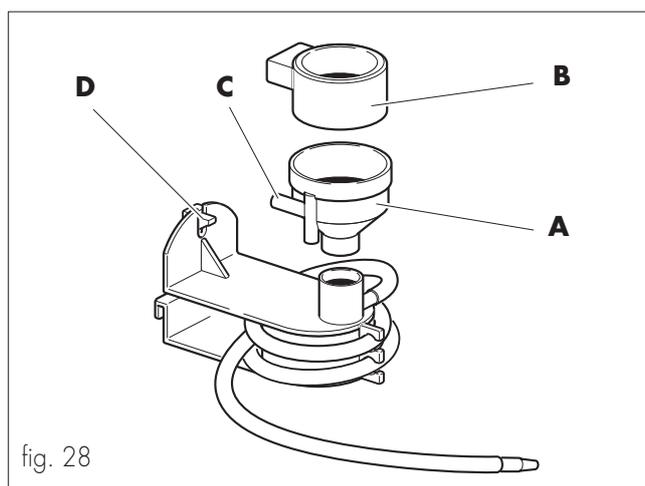

fig. 28
- Quitar el embudo (ref. **A**, fig. 28) de caída de soluble y la tapa del mismo (ref. **B**, fig. 28). Separarlos del cuerpo del mezclador y extraer también los tubos de silicona de las boquillas (ref. **C**, fig. 28).
- Apretar la palanca de enganche para liberar el cuerpo (ref. **D**, fig. 28).
- Prestar especial atención a la instalación correcta de los tubos de silicona en las boquillas (ref. **C**, fig. 28) del mezclador.